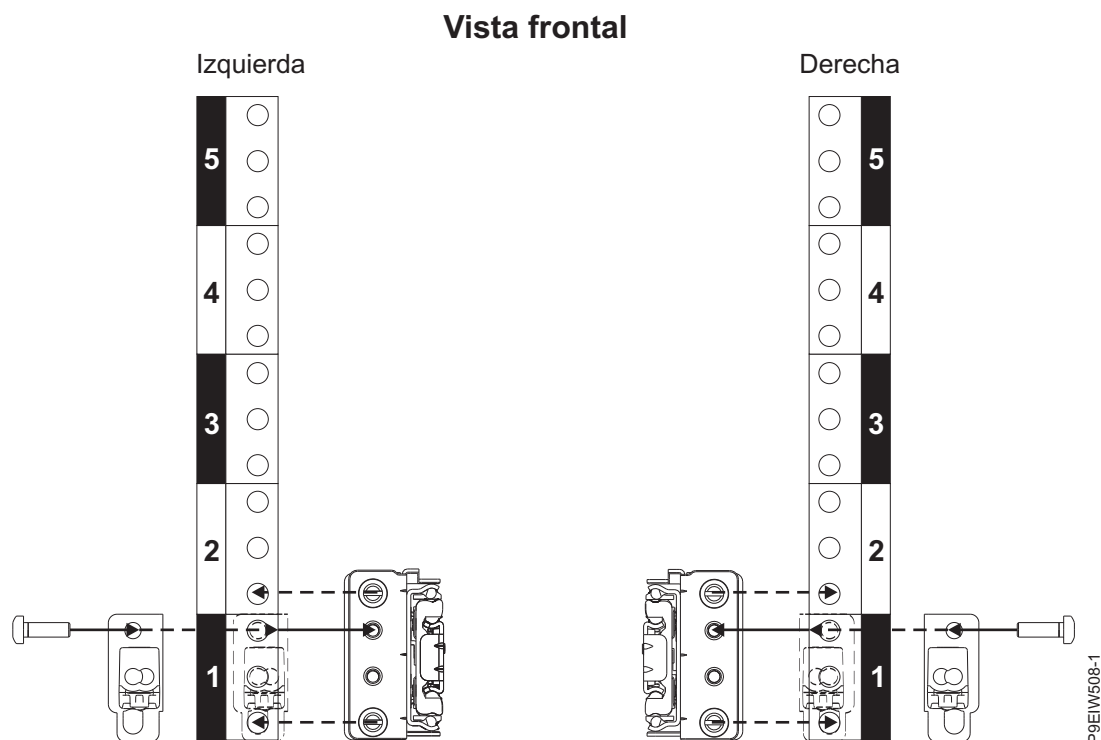

Figura 3. Fijación de los rieles deslizantes a la parte frontal del bastidor
2. En la parte frontal del bastidor, coloque el riel deslizante izquierdo (C) entre los estándares de montaje EIA del bastidor posterior y frontal del lado izquierdo, tal como se muestra en la Figura 3 en la página 5.
5. Coloque la abrazadera del pestillo de golpe (B) de forma que cubra el espacio del EIA frontal del riel deslizante tal como se muestra en la Figura 3.
6. Utilice la herramienta hexagonal T25 para fijar la abrazadera del pestillo de golpe en el reborde del riel frontal con un tornillo de cabeza plana Torx M5 X de 16 mm (A). Coloque el tornillo en el orificio superior de la unidad de bastidor EIA, tal como se muestra en la Figura 3.
7. Repita los pasos de 1 en la página 4 a 6 para el riel deslizante derecho (D) tal como se muestra en la Figura 3. El riel deslizante derecho tiene estampado un identificador R en la ubicación frontal interna.